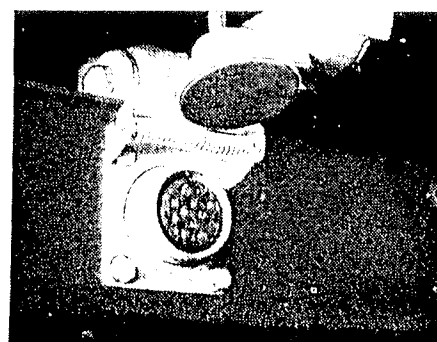

Abb. 30
10. Anhängersteckdose (Abb. 30 u. 31)